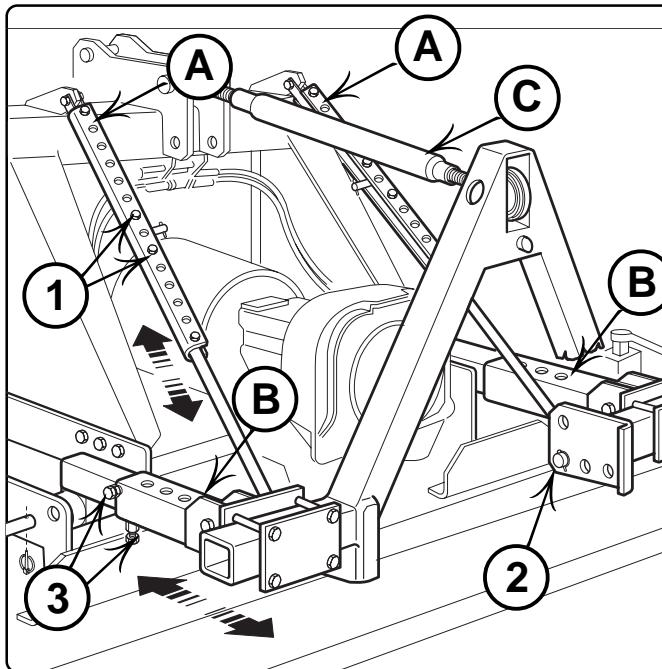

Fig. 14
1) Le barre regolabili (A Fig. 14), sorreggono il triangolo mantenendolo all'altezza prestabilita. Per registrare la posizione, togliere le viti (1 Fig. 14), scorrere con il tirante lungo la guida forata e rimontare le viti lasciando un foro di intervallo. Per individuare la corretta posizione può
1) The adjustable bars (A Fig. 14) support the triangle, keeping it at a preset height. To adjust the position, remove the screws (1, Fig. 14), run the tie-rod along the perforated guide and tighten the screws, leaving an interval of one hole. To find the correct position it may be necessary to move the tie-rod to one of the plate
- 1) Les barres réglables (A Fig. 14) soutiennent le triangle en le maintenant à la hauteur prévue. Pour en régler la position, enlever les vis (1 Fig. 14), glisser avec le tirant le long de la glissière percée et remonter les vis en laissant un trou d'intervalle. Pour repérer la position correcte, il se peut qu'il faille déplacer le tirant sur un des trous de la plaque (2 Fig. 14).
- 2) les bras télescopiques (B Fig. 14)
1) Las barras regulables (A fig. 14), sostienen el triángulo manteniéndolo a la altura preestablecida. Para regular la posición del mismo, quite los tornillos (1 fig. 14), deslícelo con las varilla a lo largo de la guía perforada y monte nuevamente los tornillos dejando un agujero intermedio. Para localizar la posición correcta,
rendersi necessario lo spostamento del tirante su uno dei fori della piastra (2 Fig. 14).
2) I bracci telescopici (B Fig. 14) consentono di spostare in senso longitudinale il triangolo.
Allentare le viti e dadi (3 Fig. 14), variare la lunghezza dei bracci, serrare nuovamente viti e dadi.
3) Con il tirante regolabile (C Fig. 14) registrare la perpendicolarità del triangolo.
holes (2, Fig. 14).
2) The extension arms (B, Fig. 14) permit moving the triangle longitudinally. Slacken the bolts and nuts (3, Fig. 14), vary the length of the arms, tighten all bolts and nuts again.
3) Using the adjustable tie-rod (C, Fig. 14) adjust the perpendicularity of the triangle.
Desserrer les vis et les écrous (3 Fig. 14), modifier la longueur des bras, serrer à nouveau les vis et les écrous. Régler le triangle en hauteur en suivant les indications du point 1.
3) Avec le tirant réglable (C Fig. 14) régler la verticalité du triangle.
puede ser necesario desplazar la varilla sobre una de los agujeros de la placa (2 fig. 14).
2) Los brazos telescópicos (B fig. 14) permiten desplazar el triángulo en sentido longitudinal.
Afloje los tornillos y tuercas (3 Fig. 14), modifique la longitud de los brazos, apriete nuevamente los tornillos y tuercas.
3) Con la varilla regulable (C fig. 14) ajuste la perpendicularidad del triángulo.